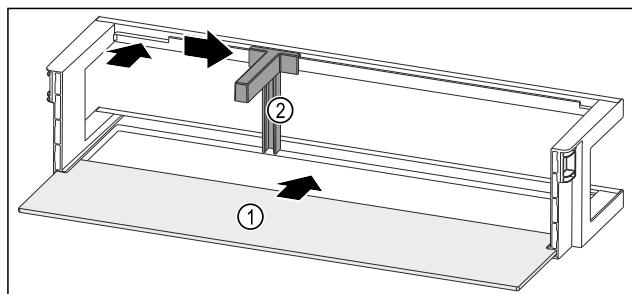

Fig. 199 Türabsteller mit Abstellfläche
- Abstellfläche Fig. 199 (1) in die seitlichen Aussparungen einschieben.
- Flaschenhalter Fig. 199 (2) in die Aussparung einsetzen.
- Flaschenhalter Fig. 199 (2) in gewünschte Position zur Seite schieben.